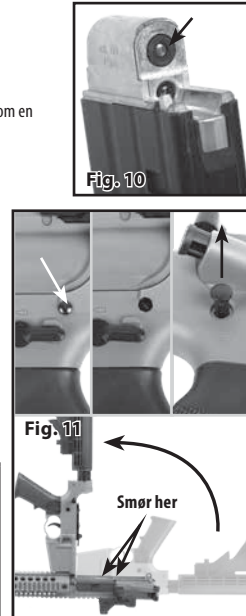

Fig. 11
- Løft bagenden af låserammen op, indtil løbet er vinkelret på nederste låseramme (Fig. 11)